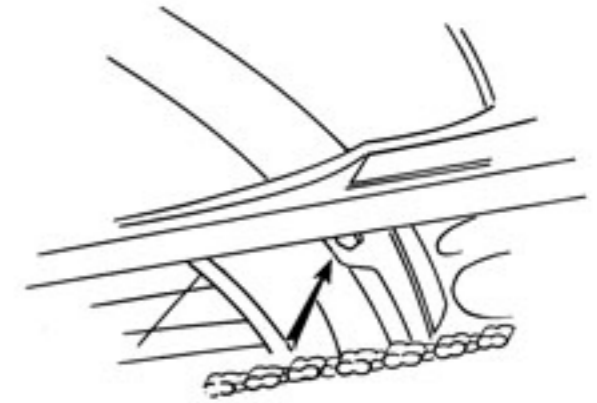

Fig. 3
- Dévisser les boulons de fixation inférieure de garde-boue arrière (clé de 10 mm, Fig. 3).